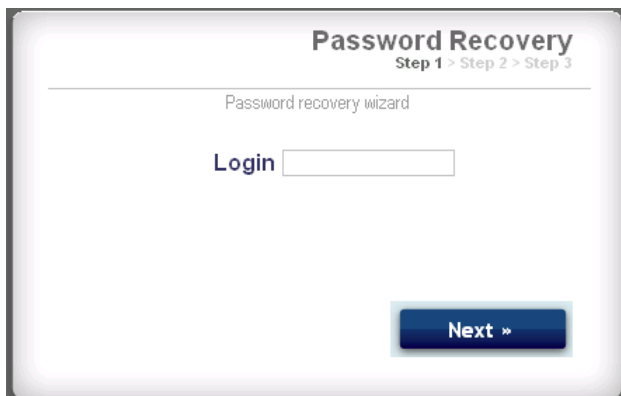

FIG. 44. Återfå lösenord Steg 1
2. Se FIG. 44. Systemet kommer att be dig om ditt inloggningsnamn. Skriv in namnet du angav i steg 5 på sidan 23, klicka sedan på Nästa.